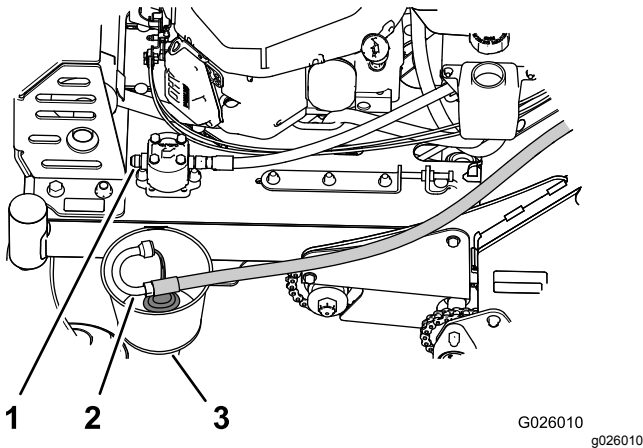

Figura 62
- En la parte delantera de la bomba hidráulica auxiliar, retire la manguera de entrada del acoplamiento hidráulico de la bomba, coloque el extremo de la manguera en un recipiente y deje drenar el fluido (Figura 62).